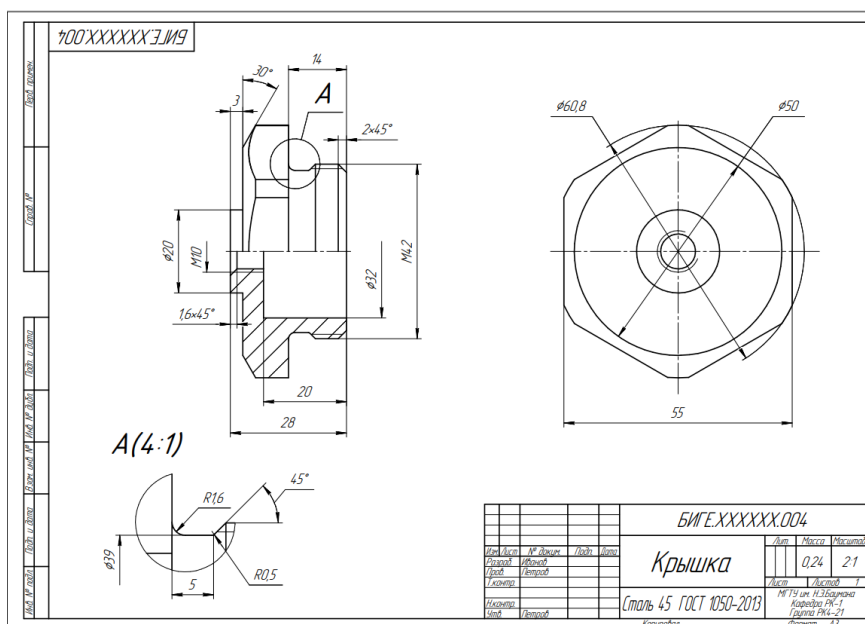

Рис. 20 Чертеж детали «Крышка»
- **Черчение – Обозначения – Автоосевая** (рис. 20).
- **Черчение – Размеры** (см. рис. 20).
- Заполнить основную надпись (см. рис. 20).